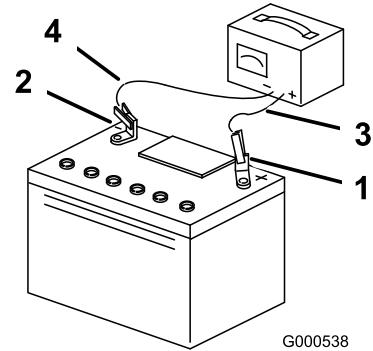

Bild 43
- Ziehen Sie, wenn die Batterie voll geladen ist, den Stecker des Ladegeräts aus der Dose. Klemmen Sie dann die Klemmen des Ladegeräts von den Batteriepolen ab (Bild 43).